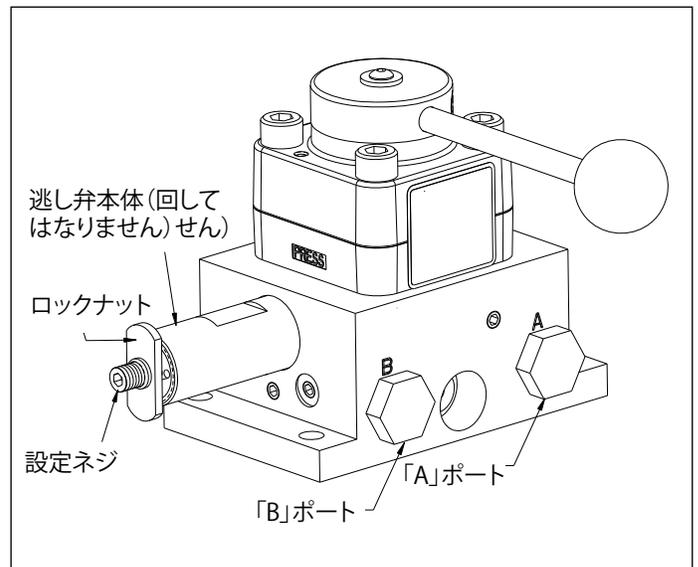

図13、逃し弁 - VM43-LPS
1. 「A」ポート(図13)に [0-1,035 パール](0-15,000 psi)の圧力計を取り付けます。
2. ブラシキャップラッチ (B) を傾けてゆっくりと外側にはずし、両
方のブラシキャップ (A) を外します (図13参照)。